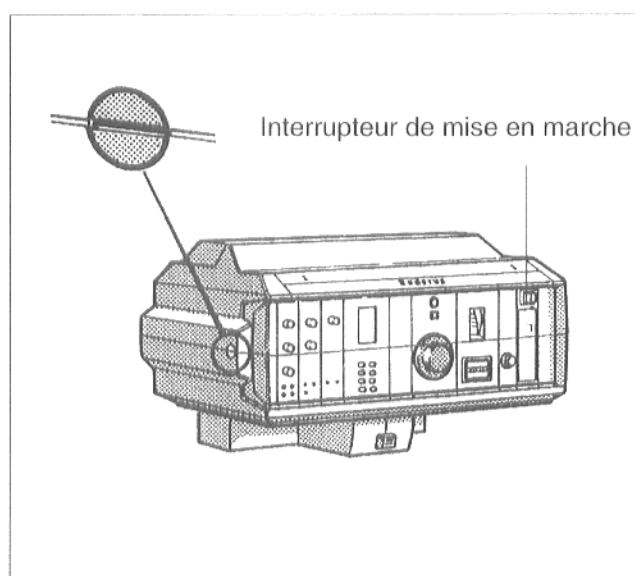

Fig. 56
- Positionner la fente de vis du couvercle transparent du module de régulation à l'horizontale (Fig. 56), à l'aide d'une pièce de monnaie par exemple. Retirer le couvercle transparent vers l'avant.
- Positionner l'interrupteur de mise en marche (Fig. 56) du module de régulation sur 0.